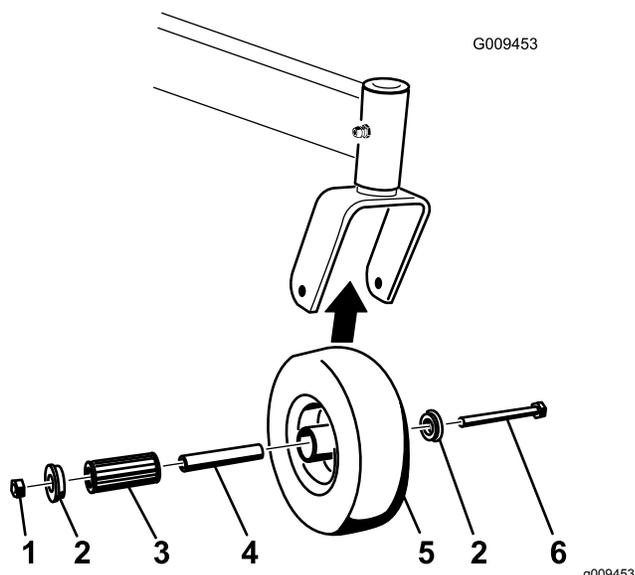

Figura 68
1. Retire a porca de bloqueio e o parafuso da roda que fixam a roda ao respetivo suporte (Figura 68).
- Retire 1 casquilho, em seguida, puxe o casquilho da vara de ligação e o rolamento de rolo para fora do cubo da roda (Figura 68).
- Retire o outro casquilho do cubo da roda e limpe qualquer massa lubrificante e sujeidade do cubo da roda (Figura 68).
Nota: Substitua todas as peças danificadas ou desgastadas (Figura 68).
- Coloque 1 casquilho no interior do cubo da roda (Figura 68).
- Lubrifique o casquilho do rolamento e o casquilho da vara de ligação e faça-os deslizar para o interior do cubo da roda (Figura 68).
- Coloque o segundo casquilho no interior do cubo da roda (Figura 68).
- Monte a roda giratória na forquilha da roda giratória e fixe-a com o parafuso da roda e a porca de freio (Figura 68).
- Aperte a porca de freio até que o casquilho da vara de ligação encoste ao interior da forquilha da roda (Figura 68).